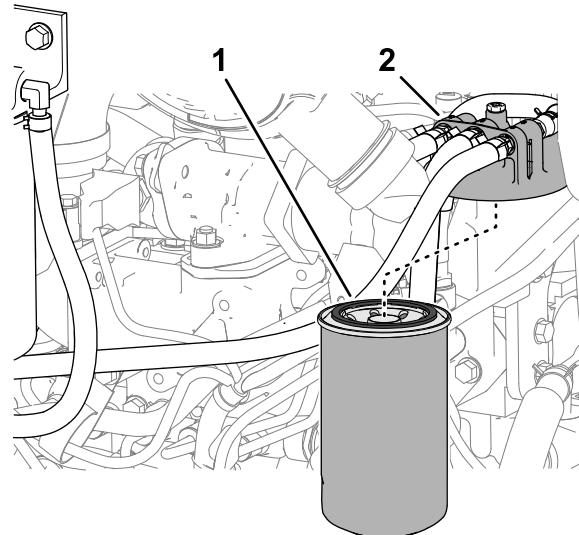

Рисунок 130
- Очистите поверхность вокруг головки топливного фильтра (Рисунок 130).
- Снимите фильтр и очистите монтажную поверхность головки фильтра (Рисунок 130).